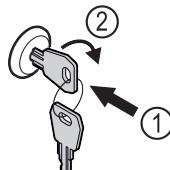

Fig. 180
- Ispauskite raktą. Fig. 180 (1)
- Pasukite raktą 90° pagal laikrodžio rodyklę. Fig. 180 (2)